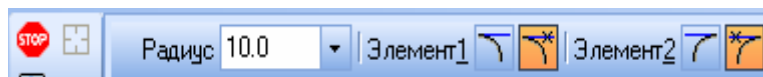

Рис. 2.3. Переключатели **Панели свойств**
2) в Панели свойств в соответствующем поле задать радиус сопряжения, задать соответствующие переключатели Усекать или Не усекать элементы 1 или 2 (рис. 2.3);